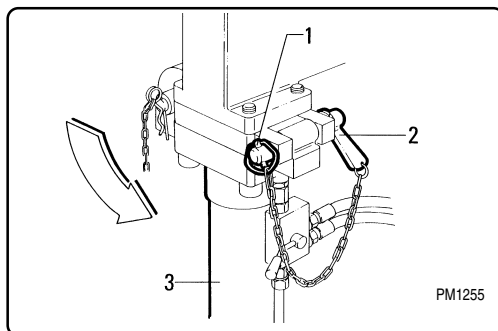

Fig. 6.7.12
- Aprire il rubinetto valvola di fig. 6.7.12 spostando la leva in pos. "A".
- Open up the valve, fig. 6.7.12, by moving the lever to pos. "A".
- Open up the valve, fig. 6.7.12, and turn the lever to pos. "A".
Completata la messa in opera di tutti i martinetti stabilizzatori accertarsi che le leve di fig. 6.7.12 si trovino tutte in posizione chiusa "B".
Once you have operated all the outrigger cylinders, make sure the lever shown in fig. 6.7.12 are locked in position "B".
- Sfilato i bracci stabilizzatori togliere la copiglia "1" (fig. 6.7.12) e sfilare il perno di bloccaggio "2".
- *After extending the outrigger booms, the split pin "1" (fig. 6.7.12) and the fixing pin "2" should be removed.*